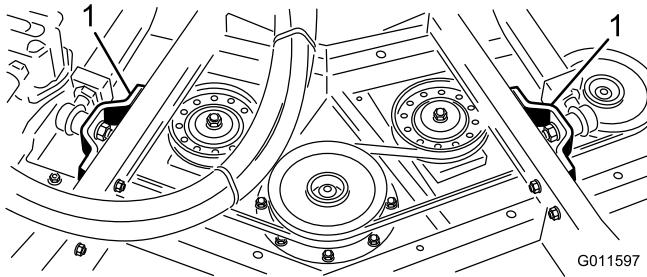

Figure 4
- Retirez les boulons, les rondelles et les contre-écrous qui fixent chaque support de rotule de bras de relevage au tube de bras de pivot (Figure 4).